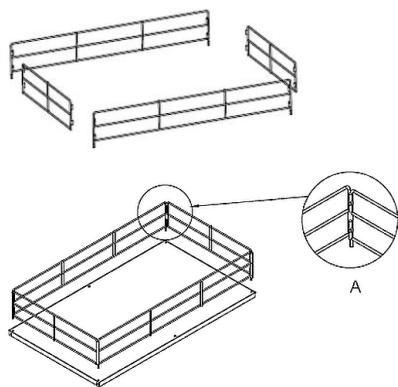

Рис. 1
1. Спочатку встановити релінги до верхньої полиці. З'єднати релінги за допомогою ригелів (рис. 1 А).